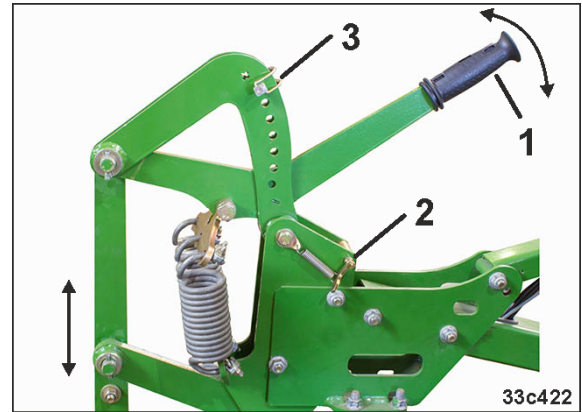
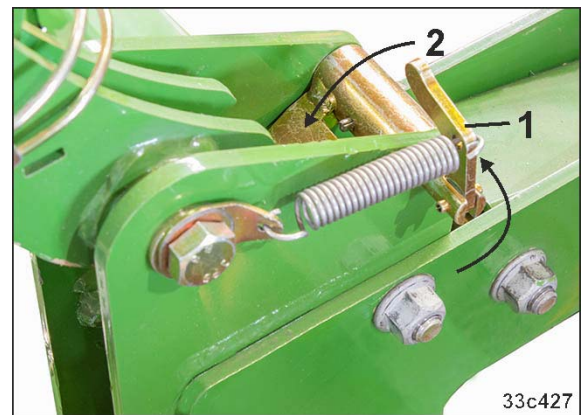

Fig. 179
Fig. 180
2. Die Einstellung des Rollendruckes erfolgt durch gleichmäßiges Verstellen der Einstellhebel (Fig. 179/1) an allen Verstellsegmenten.
- 2.2 sicherstellen das sich der Rasthebel (Fig. 179/2) in Arbeitsposition (Fig. 180/1) befindet
- Sperrklinke zeigt nach unten (Fig. 180/2)
3. Verstellhebel (Fig. 179/1) in gewünschte Richtung bewegen